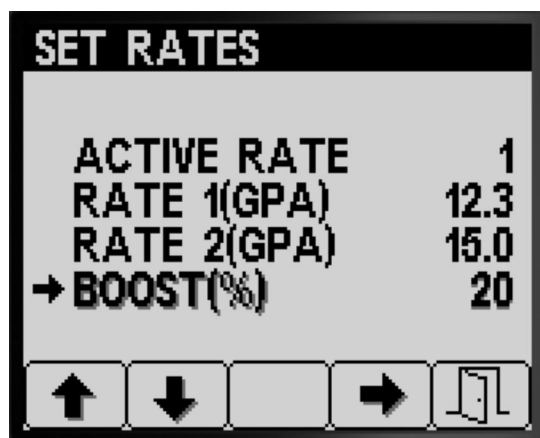

Figura 8
1. Pulse el botón 1 o el botón 2 para desplazarse a la opción Porcentaje de aumento del caudal (Figura 8).